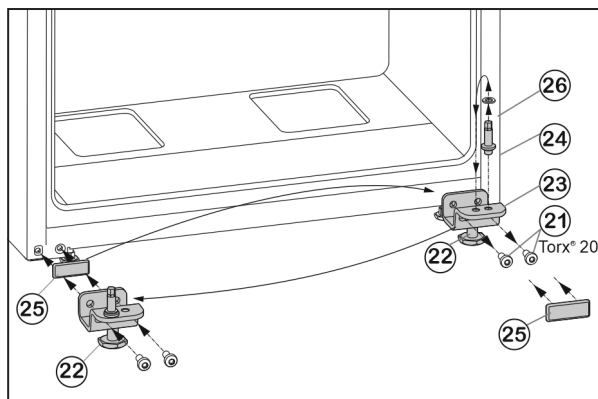

Fig. 7
- Bevestigingsschroeven Fig. 7 (21) losschroeven.
- Onderste scharnierplaat Fig. 7 (23) volledig met scharnierbouten Fig. 7 (24), schijf Fig. 7 (26) en stelvoet Fig. 7 (22), verwijderen.
- Scharnierbouten Fig. 7 (24) volledig met schijf Fig. 7 (26) losschroeven, terugplaatsen in het tegenoverliggende opnamegat van de scharnierplaat en weer vastschroeven.
- Afdekplaat Fig. 7 (25) voorzichtig verwijderen en terugplaatsen op de andere zijde.
- Onderste scharnierplaat Fig. 7 (23) volledig met scharnierbouten Fig. 7 (24), schijf Fig. 7 (26) en stelvoet Fig. 7 (22) weer op de nieuwe scharnierzijde evt. met behulp van een accuboormachine **vastschroeven (met 4 Nm)**.
- Deur van bovenaf op de scharnierbouten Fig. 7 (24) plaatsen.
- Stelvoet Fig. 7 (22) uit de onderste scharnierplaat Fig. 7 (23) draaien totdat deze op de grond ligt.